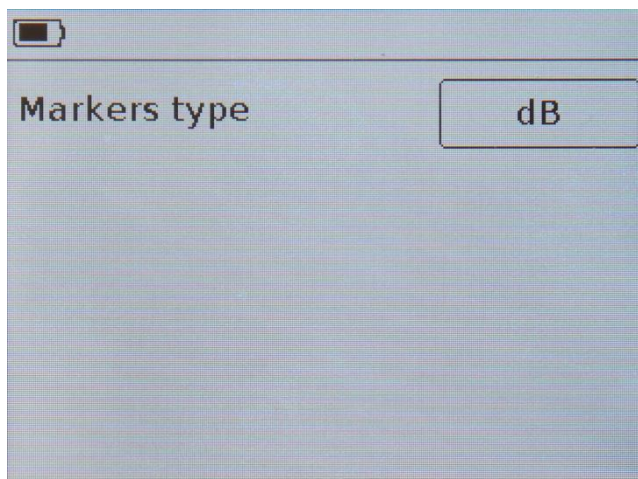

Рисунок 10.14 – Выбор единиц измерения, в которых отображаются потери в кабеле
Примечание – Для быстрого перехода из режима просмотра графика **Loss** в меню выбора единиц измерения (Рисунок 10.14) нажмите и удерживайте около двух секунд кнопку (14) «**PLOT**».
10.8.3. Выберите единицы измерения, отображающие потери в кабеле, например децибелы (dB), рисунок 10.14, если длина кабеля не имеет значения.